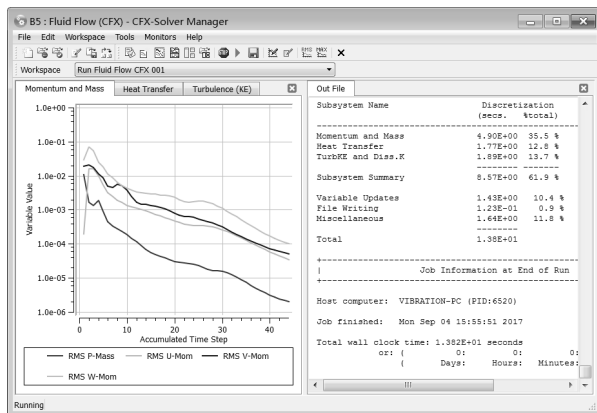

图 17-30 求解（2）
Step2：此时会出现如图 17-30 所示的“计算过程监控”对话框，对话框左侧为残差曲线，右侧为计算过程。